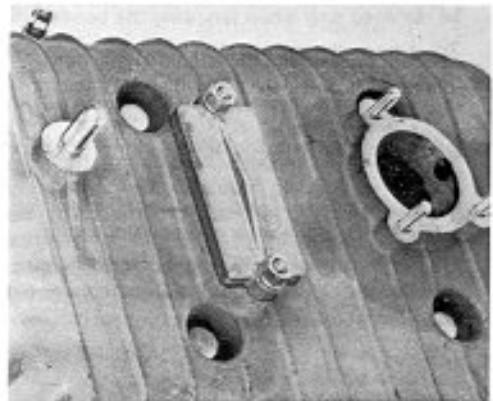
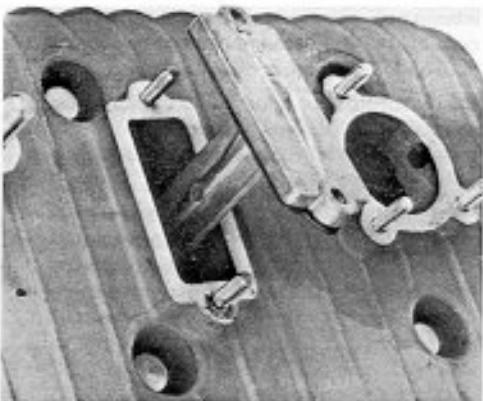

Fig. 149
Fig. 150
- Rimuovere i due dadi (Fig. 149) e stilarre l'archetto guidacatena (Fig. 150).
- Undo the two nuts (Fig. 149) and withdraw the lower chain guide (Fig. 150).